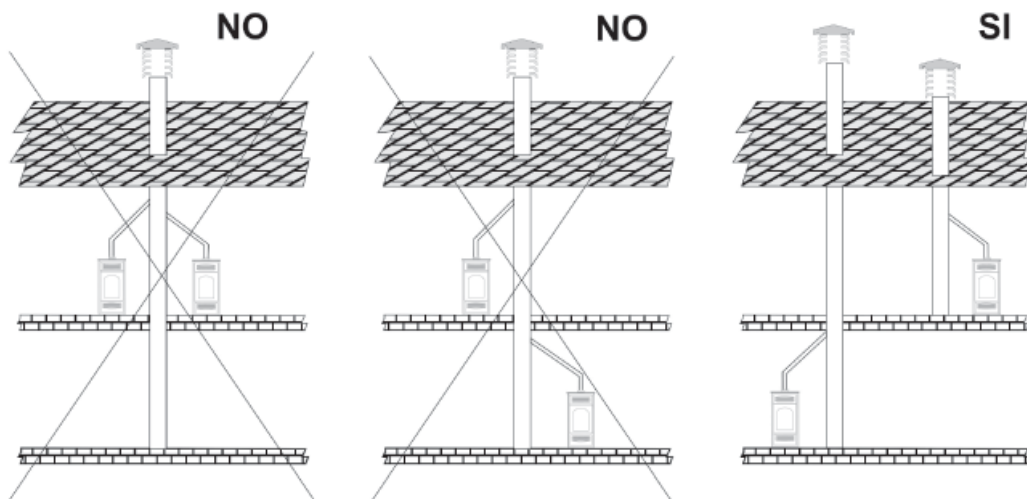

Fig 1
- Non dovrà essere collegato nessun altro caminetto, stufa, caldaia, o cappa aspirante di nessun tipo (fig.1).